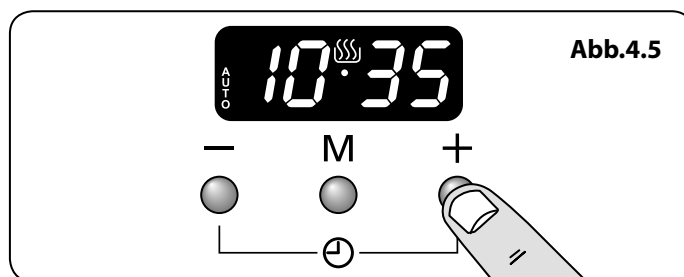

Abb.4.5
2. Wählen Sie die „Stoppzeit“ mithilfe der Tasten [+] und [-] aus. Die Anzeige zeigt die aktuelle Uhrzeit zusammen mit den Symbolen AUTO und Kochen an (**Abb.4.5**).